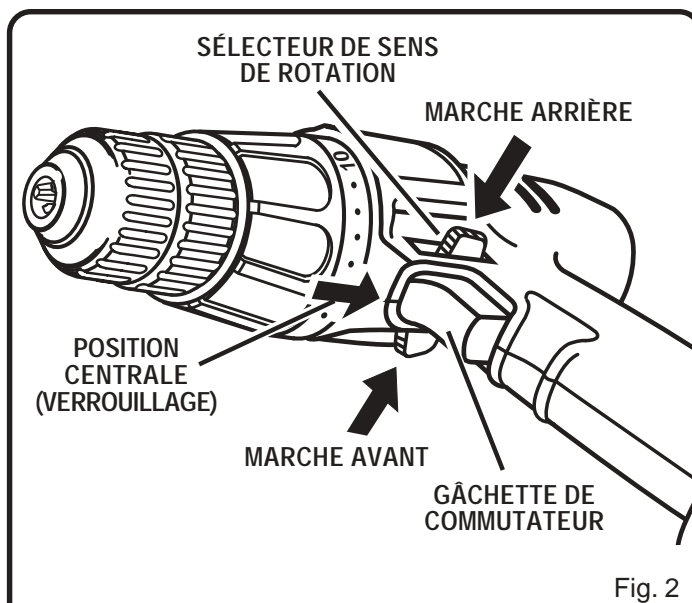

Fig. 2
Voir la figure 2.
- Verrouiller la gâchette en mettant le sélecteur de sens de rotation en position centrale. Voir la figure 2.